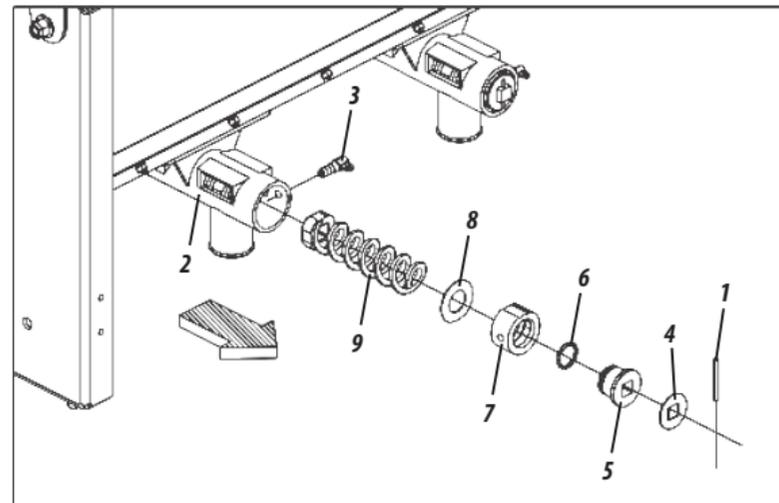

Figura 38
### LIMPEZA DO SISTEMA DE ADUBO - SISTEMA DE ADUBAÇÃO OPCIONAL (FIGURA 38)
- Tire o pino elástico (1) da parte traseira do canhão distribuidor (2). Em seguida, solte o parafuso (3), retire a arruela (4), bucha (5), anel (6), bucha (7), arruela (8) e finalmente a mola (9) puxando para trás, **conforme mostra a figura 38.**